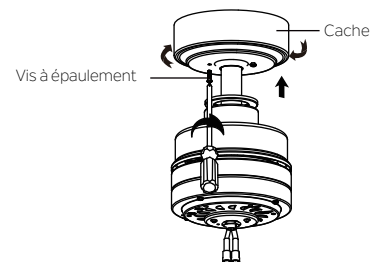

Fig. 14
**Étape 2.** Assemblez le cache en faisant tourner la clavette dans le cache pardessus la vis à épaulement dans le support de montage. Réinstallez la vis à épaulement qui a été enlevée précédemment et resserrez bien ensuite les deux vis à épaulement (Fig. 14).